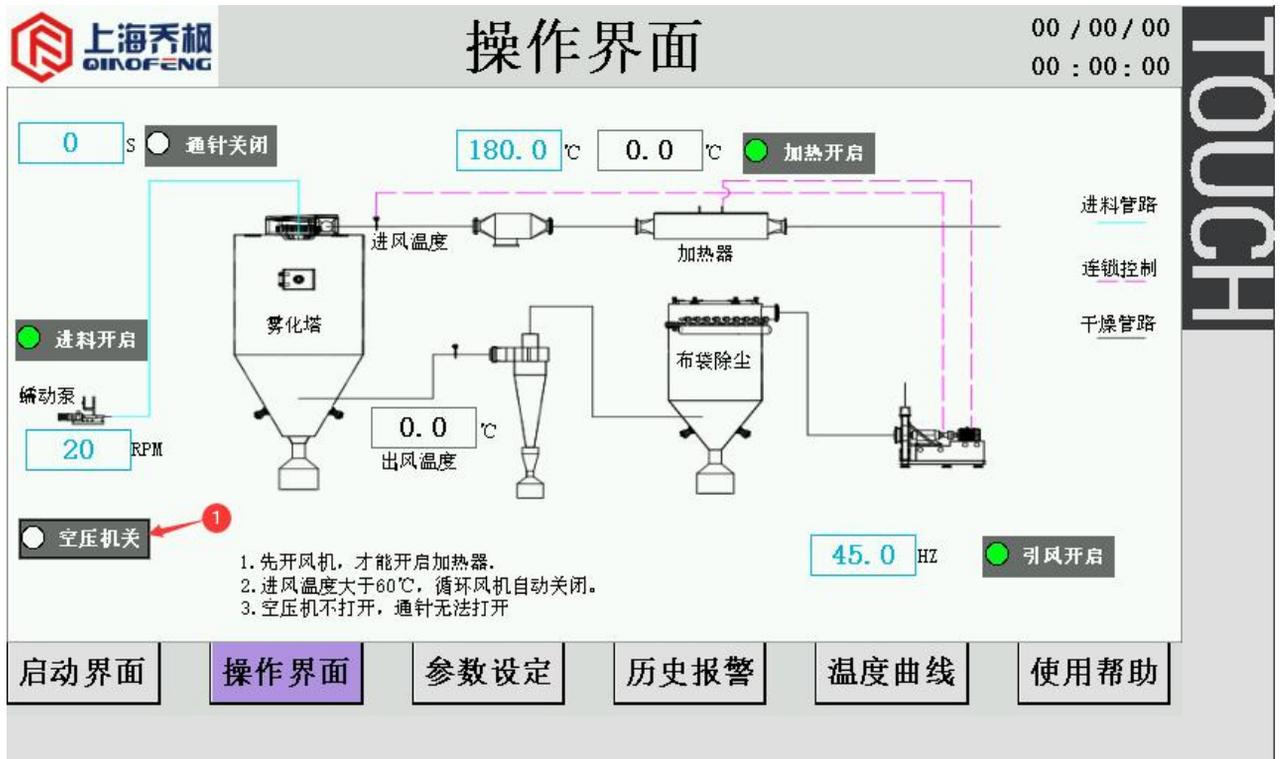

图 11
(9) 点击“空压机开关”，停止空压机。显示状态如图 11 所示。